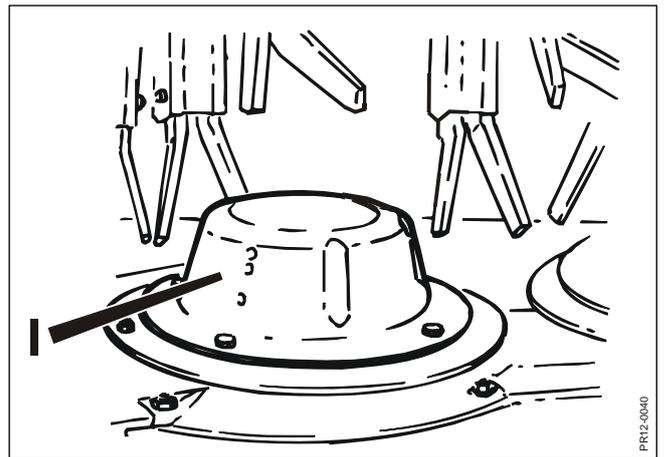

Fig. 5-8
**Fig. 5-8** Niedrige Zylinder **I** auf die restlichen Scheiben sollten bei Beschädigung gerichtet oder durch neue ersetzt werden, falls deformiert. Im Laufe der Saison zwei - bis dreimal auf Staub und Schmutz prüfen.